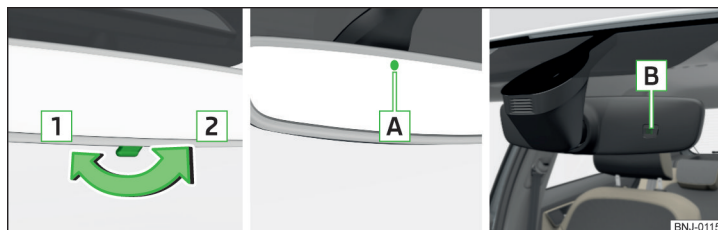

Fig. 58 Specchietto interno: con oscuramento manuale / con oscuramento automatico / sensore di luminosità
**Specchietto con oscuramento manuale** » fig. 58
**Specchietto con oscuramento automatico** » fig. 58